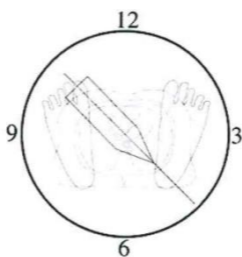

Fig. 2
- Ajuste o orientador da agulha para que a mesma fique perpendicular à fossa ovalis (tipicamente entre as 3:00 e as 5:00 horas, da perspectiva dos pés do doente). (Ver Fig.2. A ampliação é 2.9).